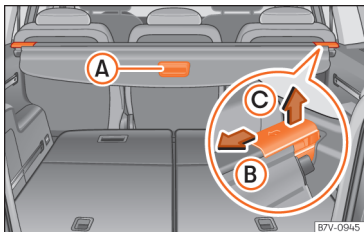

Abb. 141 Im Gepäckraum: Gepäckraumabdeckung.
- Gepäckraumabdeckung am Haltegriff » » **Abb. 141** (A) etwas nach hinten ziehen.
- Gepäckraumabdeckung in Pfeilrichtung entriegeln » » **Abb. 141** (B).
- Gepäckraumabdeckung in Pfeilrichtung drücken »» **Abb. 141 B**.
- Gepäckraumabdeckung in Pfeilrichtung entriegeln »» **Abb. 141 B** und in Pfeilrichtung **C** anheben.